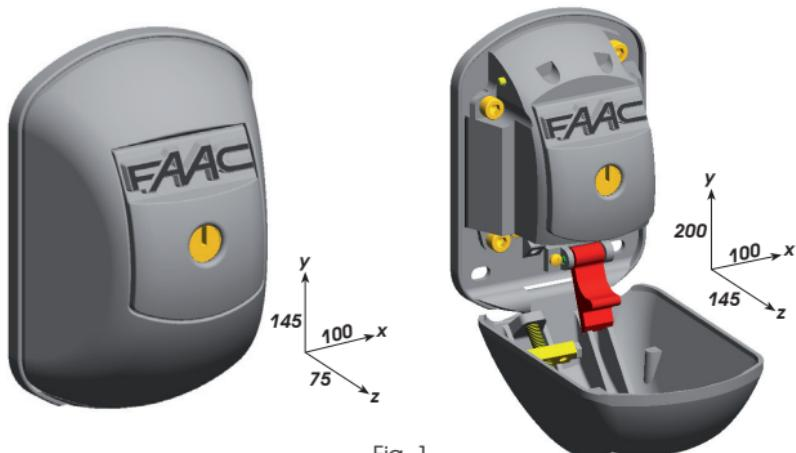

Fig. 1
1. Posizionare il dispositivo in prossimità dell'automazione da pilotare/sbloccare. Prestare attenzione agli ingombri del dispositivo riportati in Fig. 1;
1. Position the device near the automated system to be piloted/released. Take into consideration the overall dimensions shown in Fig. 1;